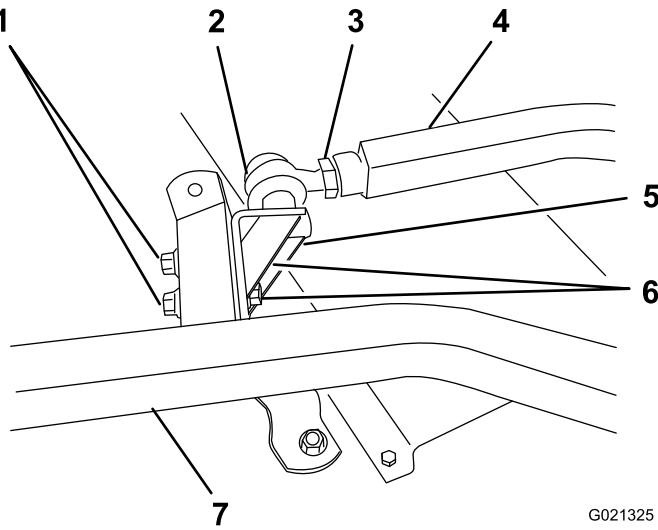

Figura 23
6. Fatevi aiutare da un'altra persona ad abbassare il braccio di spinta sinistro mentre rimuovete viti a testa cilindrica, rondelle piane e dadi di bloccaggio che fissano il supporto del giunto sferico al braccio della ruota orientabile sull'apparato di taglio (Figura 23). La persona che vi assiste può spostare il braccio di spinta verso l'alto con cautela, rilasciando gradualmente i 68 kg di carico della molla.
fori del supporto del giunto sferico siano allineati con quelli del braccio delle ruote orientabili (Figura 23). Fate scorrere immediatamente un blocco di legno 102 x 102 mm tra la parte superiore del braccio di spinta e il lato inferiore del telaio.